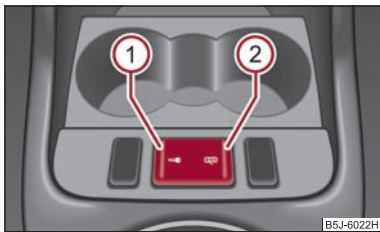

Abb. 26 Taste für Zentralverriegelung
- Drücken Sie die Taste **(1)** ⇒ Abb. 26. Das Symbol  in der Taste leuchtet auf.
- Drücken Sie die Taste **(2)** ⇒ Abb. 26. In der Taste erlischt das Symbol .